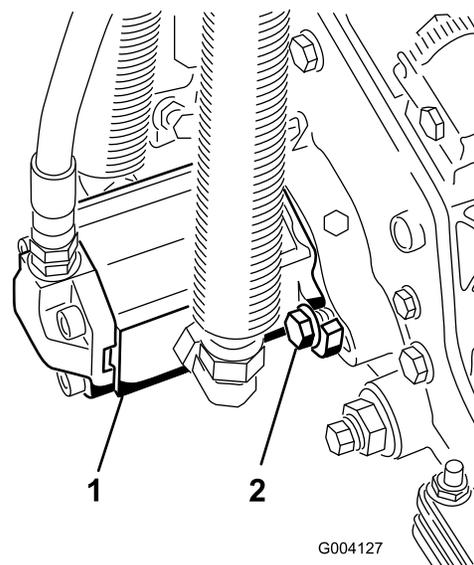

Figure 19
10. Montez le moteur en le tournant dans le sens horaire jusqu'à ce que les brides passent les vis (Figure 19). Tournez le moteur dans le sens antihoraire jusqu'à ce que les brides encerclent les vis, puis serrez les vis.